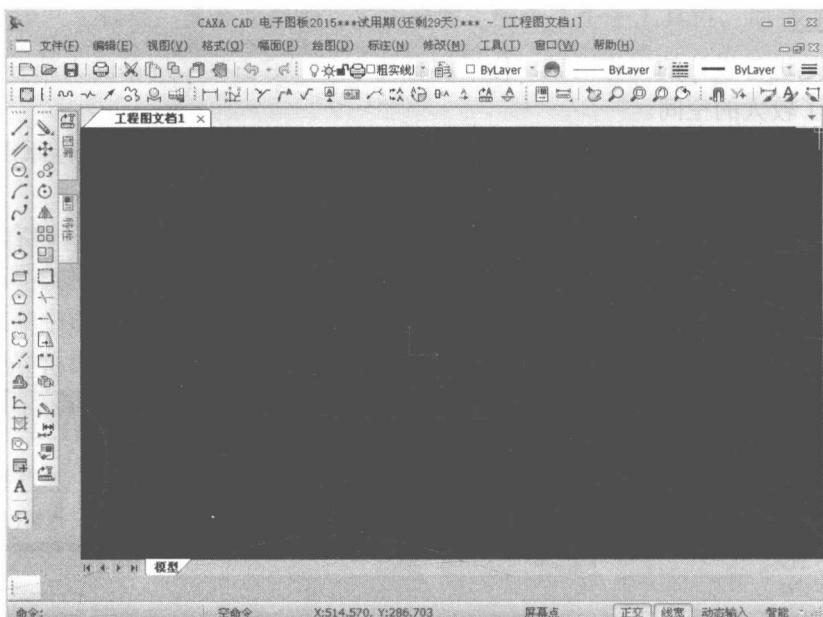

图 1-25 原来的用户界面
(1) 在如图 1-13 所示的添加了主菜单的用户界面下，选择主菜单的“工具”→“界面操作”→“切换”命令，即可切换为原来的用户界面，如图 1-25 所示。
(2) 在当前界面下，单击“视图”→“界面操作”→“切换界面”图标，即可切换为原来的用户界面。
(3) 在当前界面下，直接按“F9”键即可进行相互切换。